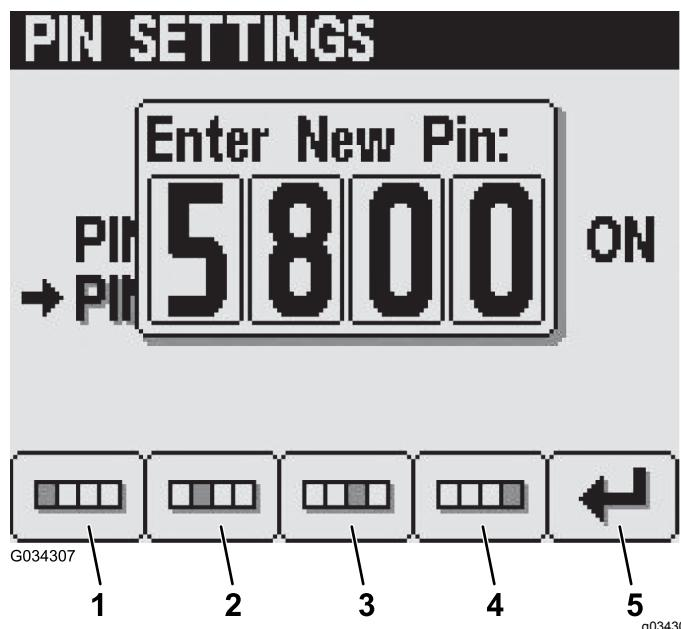

Figura 29
5. Ingrese su PIN nuevo usando los botones 1 a 4 y pulse el botón 5 cuando haya completado su PIN nuevo (Figura 29).